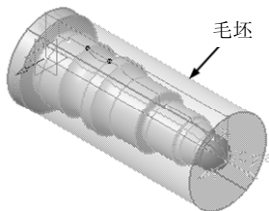

图 6-10 定义毛坯零件（1）
5) 定义毛坯零件（1）。单击 Stock 按钮 ，系统自动隐藏“Part Operation”对话框，在图形区创建毛坯实体作为毛坯零件，如图 6-10 所示，然后双击空白处返回“Part Operation”对话框。